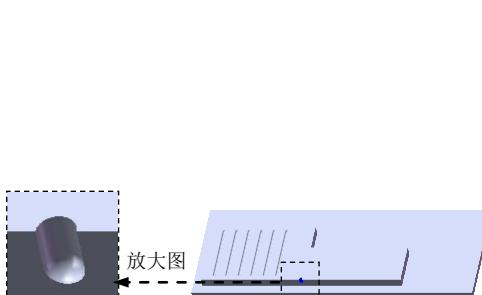
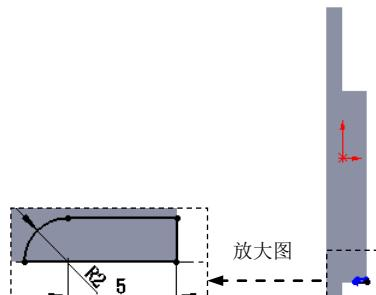

图 17.7.16 创建切除—旋转 2
图 17.7.17 横断面草图
Step9. 创建图 17.7.16 所示的切除—旋转 2。选择下拉菜单 **插入(I)** → **切除(C)** → **旋转(R)...** 命令；选取 Step8 绘制的基准面 2 作为草图平面，绘制图 17.7.17 所示的横断面草图（包括旋转中心线）；采用草图中绘制的中心线作为旋转轴线；在 **区域** 的 **下拉列表** 中选择 **给定深度** 选项，在 **文本框** 中输入数值 360.0，采用系统默认的旋转方向。